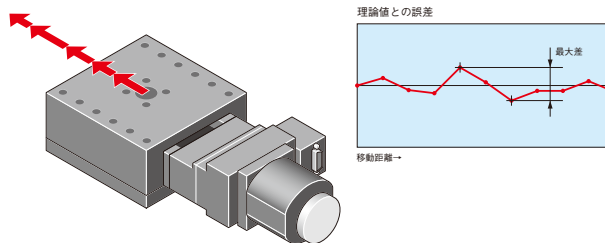

図3-1 位置決め精度
3.1 位置決め精度[JIS B 6191-1993準拠]【図3-1】